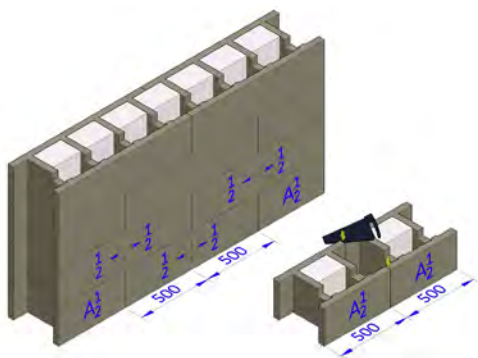
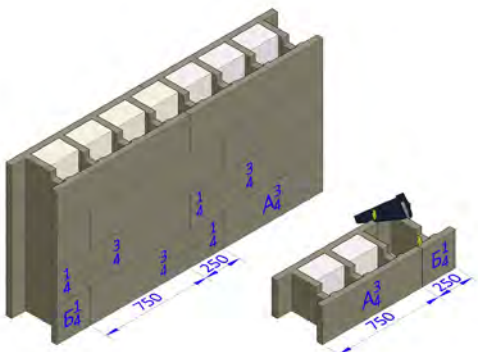

Рис. 5.1
Рис. 5.2
5.1 Блоков серии 38/хх укладываются со смещением на  $\frac{1}{2}$  (см. рис. 5.1) или  $\frac{1}{4}$ ,  $\frac{3}{4}$  блока (см. рис. 5.2). Вертикальные стыки должны проходить со смещением, согласно выбранной доли блока в нижнем и верхнем ряду.